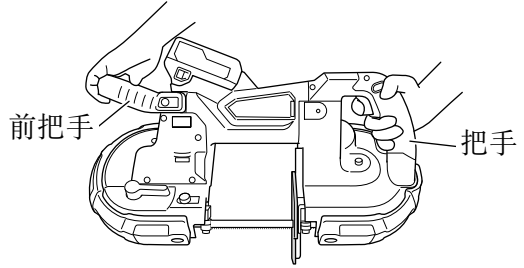

图 1
1. 请始终用双手牢牢握住工具的把手和前把手（图 1）。请勿触碰金属部分。